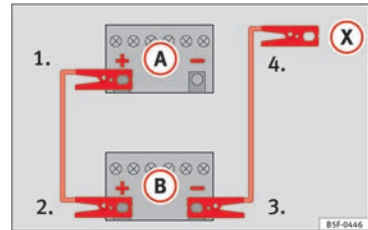

Abb. 78 Anschlussschema für Fahrzeuge ohne Start-Stopp-System.
» Abb. 78.
3. Klemmen Sie das andere Ende des roten Starthilfekabels an den Pluspol (+) des stromgebenden Fahrzeugs (B).
4. Bei Fahrzeugen ohne Start-Stopp-System: ein Ende des schwarzen Starthilfekabels an den Massepunkt (-) des Strom gebenden Fahrzeugs (B) » Abb. 78 anklemmen.